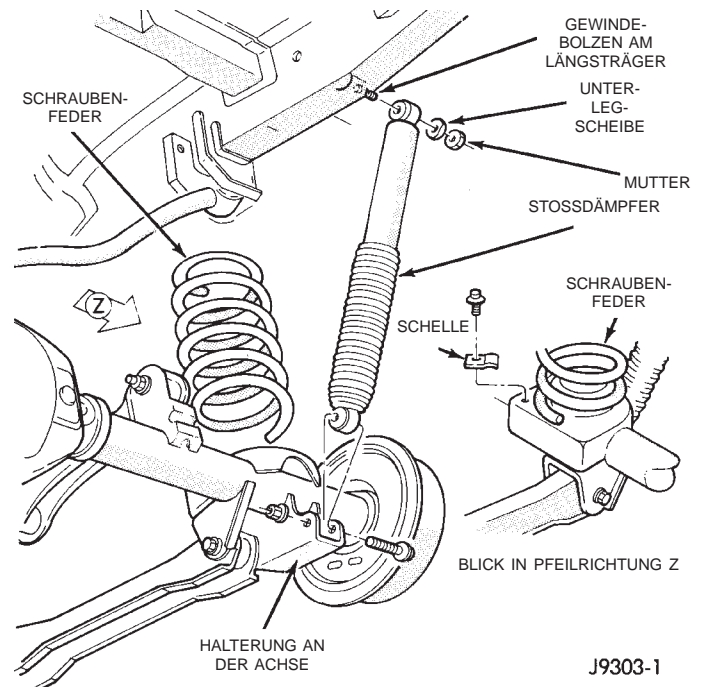

Abb. 2 Schraubenfeder und Stoßdämpfer hinten
(1) Fahrzeug anheben und sicher abstützen. Die Hinterachse mit einem hydraulischen Wagenheber abstützen.
(2) Mutter und Unterlegscheibe von der Halterung am Längsträger abschrauben (Abb. 2).
(3) Mutter und Schraube von der Halterung an der Achse abschrauben. Stoßdämpfer ausbauen.
(2) Die Verbindungsstrebe zum Stabilisator und den Stoßdämpfer von der Halterung an der Achse abbauen.
(3) Panhardstab von der Halterung am Längsträger abbauen.
(4) Die Hinterachse absenken, bis die Feder sich vom oberen Federteller löst. Die untere Schelle lösen und die Feder ausbauen (Abb. 2).